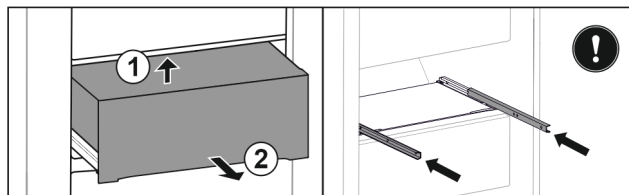

Fig. 37
- ▶ Nadzvedněte zásuvku zezdola vzadu. Fig. 37 (1)
- ▶ Vyjměte zásuvku dopředu. Fig. 37 (2)